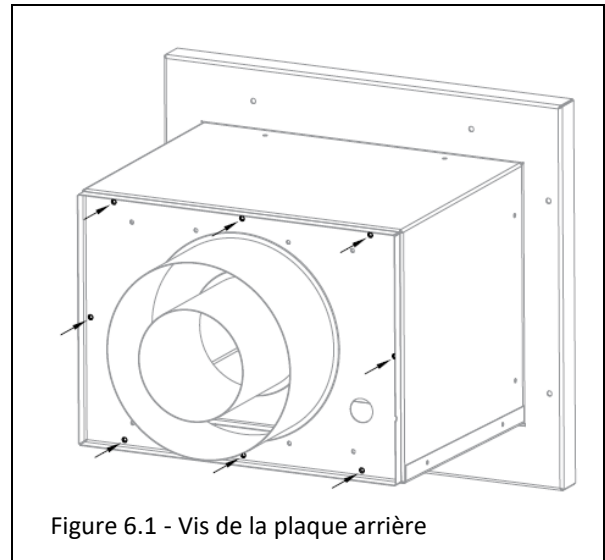

Figure 6.1 - Vis de la plaque arrière
1. Retirez les (4) vis retenant le couvercle de façade au Power Vent.
2. Retirez les (8) vis retenant l'assemblage arrière au chapeau. Voir Figure 6.1.